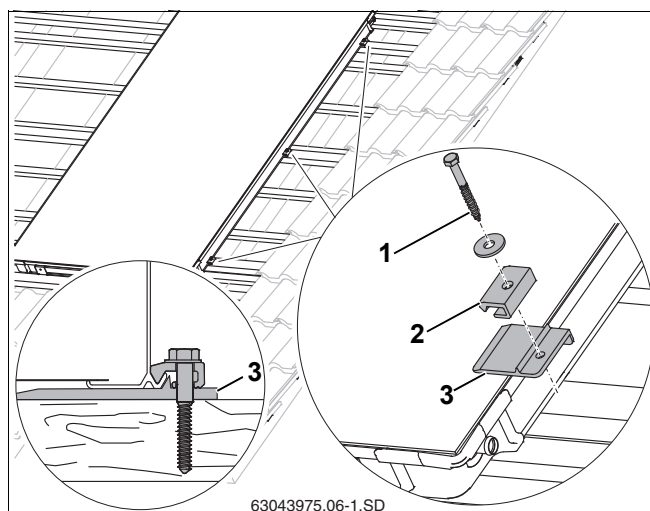

Рис. 23 Укладка и крепление первого коллектора
- ▶ Слегка приподнимите коллектор и сдвиньте вниз под коллектор правые подкладные пластины (рис. 23, поз. 3) на 2-ой и 3-ей дополнительных рейках, а также в середине коллектора на имеющейся рейке так, чтобы выступ уперся внизу в край коллектора.
- ▶ Для винта (рис. 23, поз. 1) нужно заранее просверлить отверстие сверлом 4 мм.
- ▶ Закрепите односторонний прижим (рис. 23, поз. 2), установив винт 6x40 (рис. 23, поз. 1) и подкладную шайбу (используйте ключ SW 10).